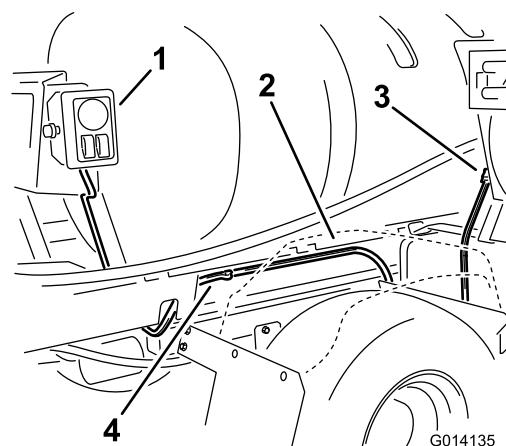

図 18
6. A コントロール・ボックスに戻り、残りのハーネス（ホース・リール・コネクタがついている）をタンク・スキッドと右後部フェンダの間から車両前方向へ引く（図 18）。押し嵌めコネクタ（2個）を使用して、ハーネスをタンク・スキッドのフレームに固定する。